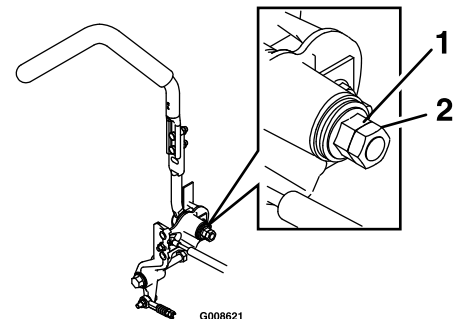

Figura 65
1. Desaperte a porca de bloqueio (Figura 65).